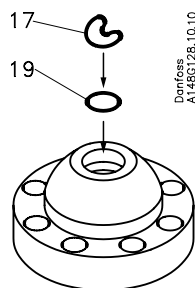

Fig. 6
- Remove the cap (13) and the lock ring (34). Unscrew the spindle (11) clockwise till it is disengaged from the thread.
- Remove the bolts (28), the top cover (4), the pilot block (60), the spring (10), the cylinder pipe (5) and the pilot connections (68).
- Loosen the lock screw (26), remove the nut (14), the piston (3), and the valve spindle (6). - NB: Handle the valve spindle very carefully, as any damage (e.g. scratches and marks) to the spindle may cause valve leakage.
- Remove the sealing rings (17) and (18). At renovation of the valve Danfoss recommends replacement of all sealing elements. The spare parts set for the GPS valves includes all sealing elements.
- Mount the O-ring (19) and then the sealing ring (17) as shown in fig 6. Important: Fold the sealing ring as shown. Be certain that there are no sharp folds and do not use tools to mount the sealing ring.
- Fjern hættten (13) og låseringen (34). Spindlen (11) skrues med uret indtil den ikke har indgreb i gevindet længere.
- Fjern boltene (28), topdækslet (4), pilotblokken (60), fjederen (10), cylinderrøret (5) og pilotforbindelserne (68).
- Løsn låseskruen (26), fjern møtrikken (14), stemplet (3) og stempelstangen
- (6). NB: Behandl stempelstangen meget varsomt, da ridser og mærker kan forårsage lækager i ventilen.
- D. Fjern tætningsringene (17) og (18). Ved renovering af ventilen anbefaler Danfoss, at samtlige tætningsselementer udskiftes. GPS reservedelssættet indeholder samtlige tætningsselementer.
- E. Monter O-ringen (19) og tætningsringen (17), som vist på fig. 6. Vigtigt: Fold tætningsringen som vist. Der må ikke være "skarpe knæk" på ringen, og der må ikke anvendes værktøj til montagen.
(17) und (18)**
- A. Entfernen Sie die Kappe (13) und den Verschlussring (34). Schrauben Sie die Spindel (11) so lange im Uhrzeigersinn bis sie vom Gewinde gelöst ist.
- B. Entfernen Sie die Schrauben (28), den oberen Deckel (4), der Pilotblock (60), die Feder (10), das Zylinderrohr (5) und die Pilotanschlüsse (68).
- C. Lockern Sie die Verschlussschraube (26) und entfernen Sie die Mutter (14), den Kolben (3) und die Ventilspindel (6). -P.S.: Behandeln Sie die Ventilspindel sehr vorsichtig, da jegliche Beschädigung (z.B. Kratzer und Stellen) der Spindel zu Ventilleckagen führen können.
- D. Entfernen Sie die Dichtungsringe (17) und (18). Danfoss empfiehlt, alle Dichtungselemente bei Wiederaufbereitung des Ventils zu ersetzen. Das Ersatzteilset für die GPS-Ventile enthält alle Dichtungselemente.
- E. Montieren Sie den O-ring (19) und danach den Dichtungsring (17), siehe hierzu Abb. 6. Wichtig: Falten Sie den Dichtungsring wie abgebildet. Achten Sie darauf, daß keine scharfen Knicke entstehen und verwenden Sie keine Werkzeuge um den Dichtungsring zu montieren.